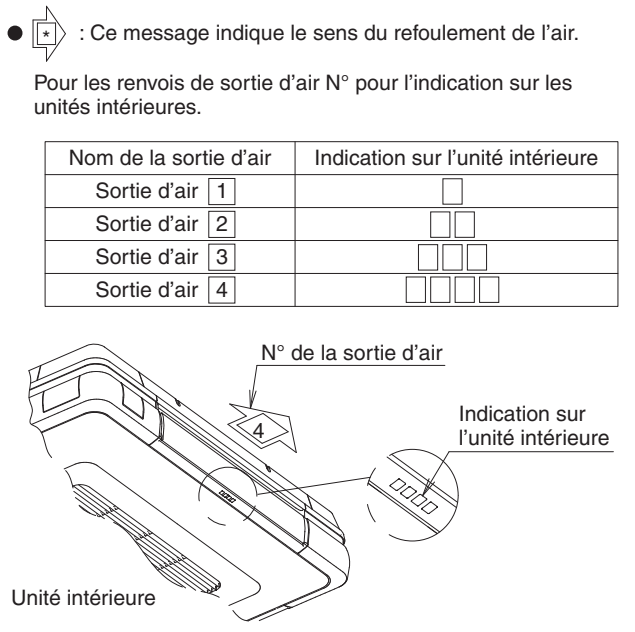

Fig. 4
**(Reportez-vous à la Fig. 4)**